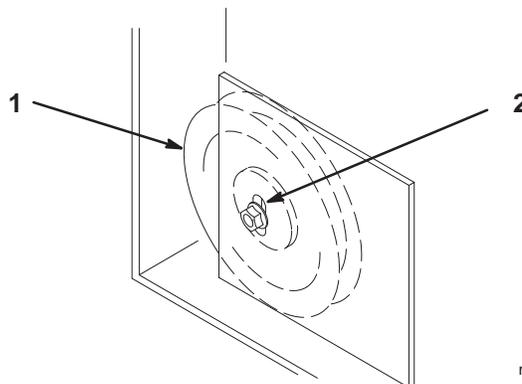

Figure 65
7. Si un réglage est nécessaire, desserrez la poulie de renvoi fixe à droite de la plaque de support et déplacez-la en haut ou en bas de la fente de réglage (Fig. 65). Pour détendre la courroie, tirez sur la poulie de tension rappelée par ressort.